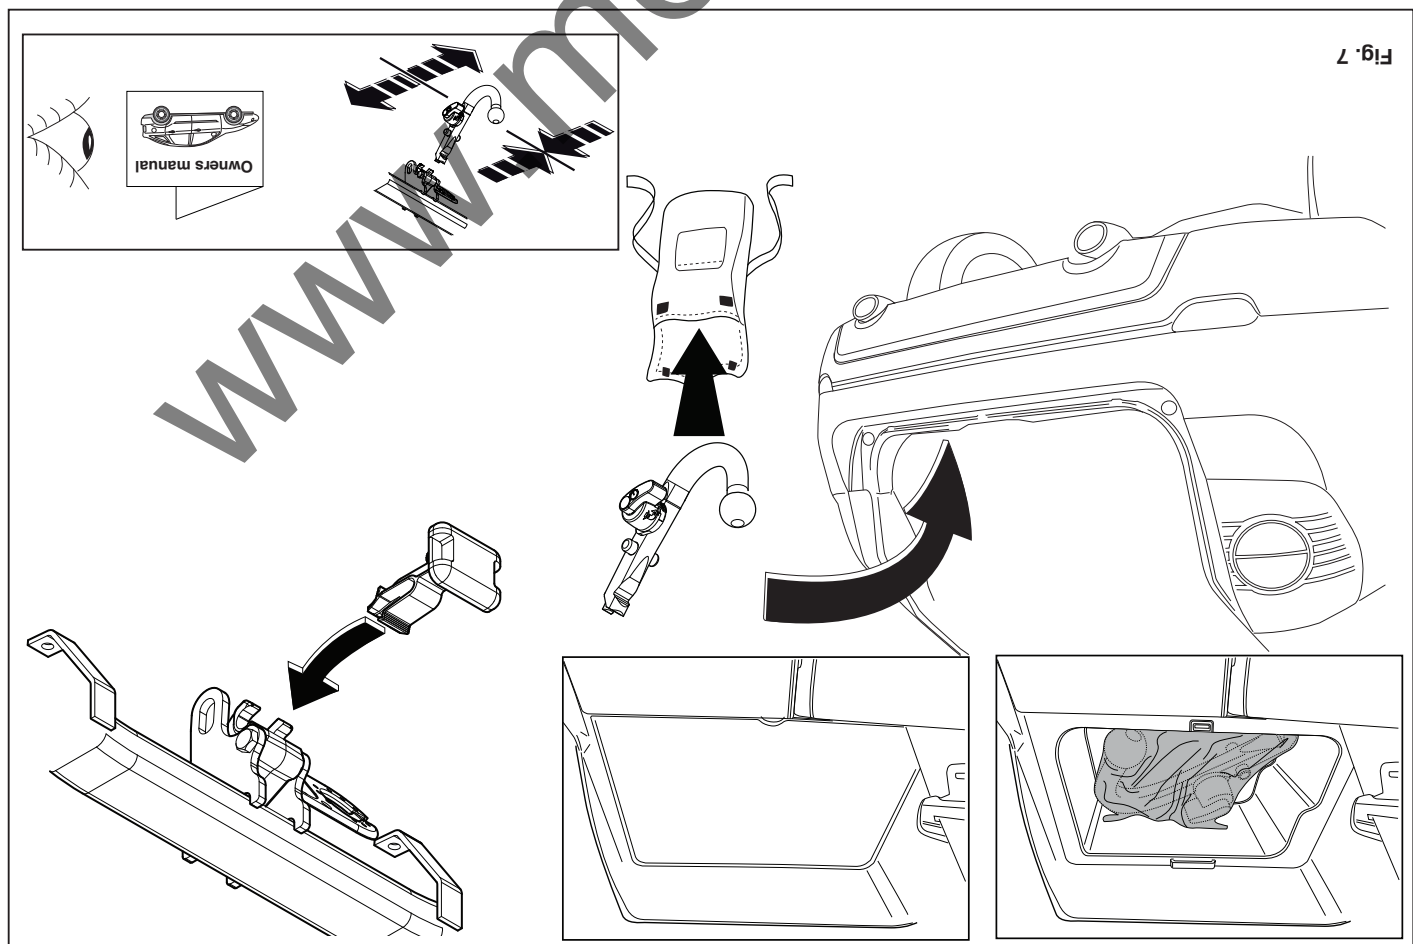

Fig. 7
18. After use the ball should be stowed away. See figure 7.
18. Nach Gebrauch muss die Kugel aufbewahrt werden. Siehe Abbildung 7.